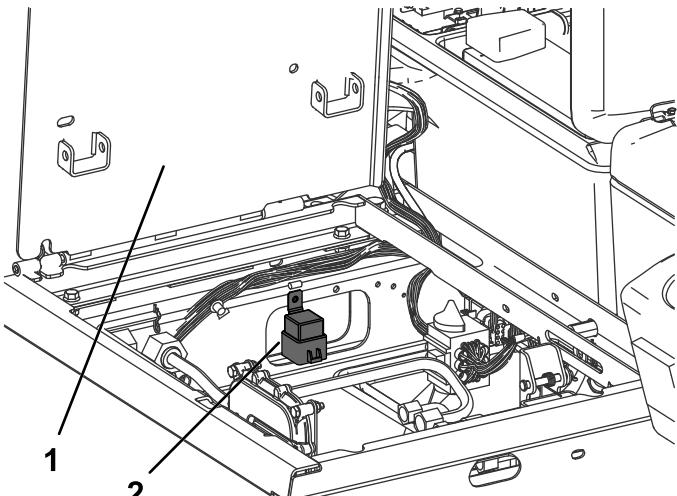

Figura 26
7. Ligue o relé à montagem do relé com o parafuso autorroscante fornecido, como se mostra na Figura 26.